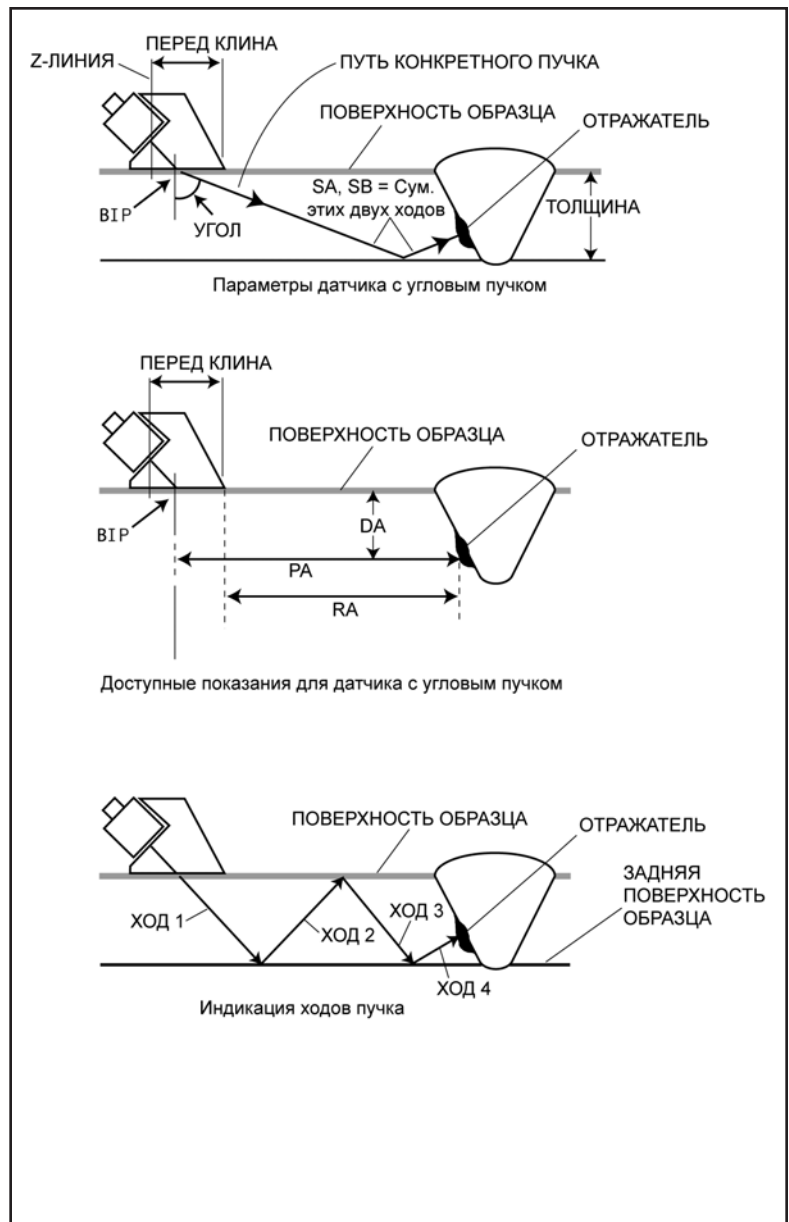

РИСУНОК 3-3—Различные результаты измерений, доступные при использовании клина датчика.
- RA^{\wedge} —Проекционное расстояние от индексной точки пучка (BIP) до отражателя, представленного самым высоким эхо в А-стробе (в пучке, выбранном при помощи движка пучка). (см. Рисунок 3-3)
- RA —Проекционное расстояние от индексной точки пучка (BIP) до отражателя, представленного крыловым эхо в А-стробе (в пучке, выбранном при помощи движка пучка). (см. Рисунок 3-3)
- DA[^]—Откорректированная глубина по толщине материала от поверхности образца (контактирующей с датчиком) до отражателя, представленного самым высоким эхо в строке А (в пучке, выбранном при помощи движка пучка). (см. Рисунок 3-3)
- DA/—Откорректированная глубина по толщине материала от поверхности образца (контактирующей с датчиком) до отражателя, представленного первым эхо в строке А (в пучке, выбранном при помощи движка пучка). (см. Рисунок 3-3)
- PB/—Проекционное расстояние от индексной точки пучка (BIP) до отражателя, представленного крыловым эхо в В-строке (в пучке, выбранном при помощи движка пучка). (см. Рисунок 3-3)
- DB/—Откорректированная глубина по толщине материала от поверхности образца (контактирующей с датчиком) до отражателя, представленного крыловым эхо в строке В (в пучке, выбранном при помощи движка пучка). (см. Рисунок 3-3)